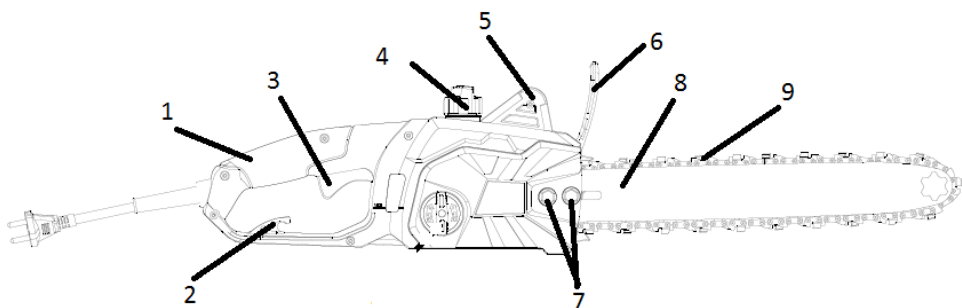

Рисунок 1
корпусу з органами управління та захисту (1,3,5,6); пиляльної гарнітури у складі шини (8), пиляльного ланцюга (9), однофазного колекторного двигуна з подвійною ізоляцією, який встановлений перпендикулярно – вісі виробу, – згідно рис. 1. Самогальмування системи відбувається після вимкнення живлення практично миттєво,
4.1.1 Для увімкнення виробу натисніть на кнопку блокування від випадкового ввімкнення (розташована на основній рукояті), а потім на важіль перемикача (3) (рис. 1). Для відключення виробу слід важіль відпустити.